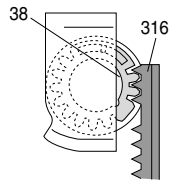

Fig. 5
- Mettre le logement de cassette de façon à ce que les dents de la crémaillère (Pos. 316) s'engagent comme montré à la Fig. 5 dans la mécanique du logement de cassette (Pos. 38).